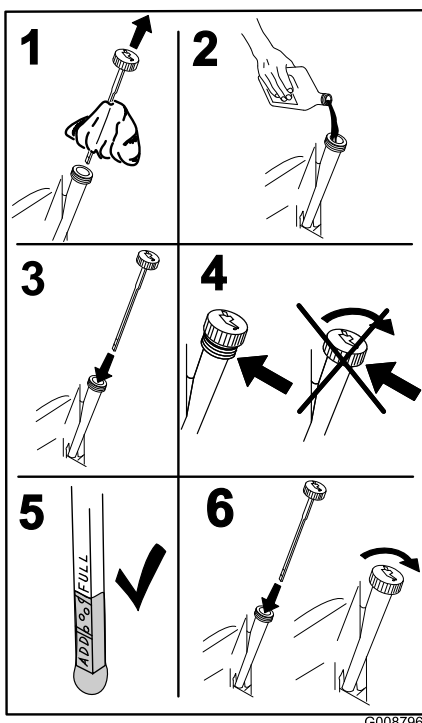

Figura 33
7. Versate lentamente circa l'80% dell'olio indicato nel tubo di rifornimento e sempre con cautela rabboccate l'olio necessario per portarlo alla tacca di **Pieno** (Figura 33).